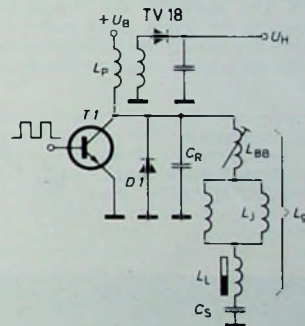
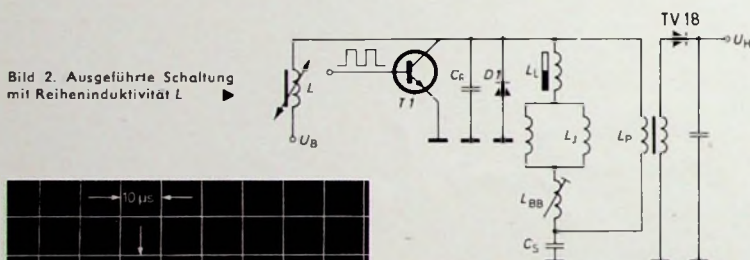

Bild 1. Prinzipschaltung der Horizontal-Endstufe
Bild 2. Ausgeführte Schaltung mit Reiheninduktivität  $L$
Das Prinzip der gewählten Schaltungsanordnung ist im Bild 1 dargestellt. Bei den bekannten transistorbestückten Horizontal-Endstufen dieser Art ist der Kollektor des Endtransistors über die Primärwicklung des Hochspannungstransformators mit der Versorgungsspannung verbunden. Wie aus Bild 1
Die Primärwicklung des Hochspannungstransformators liegt wechselstrommäßig in Reihe zu dem erwähnten Parallelschwingkreis. Demzufolge fließt über diese Primärwicklung der gesamte von der Schaltung aufgenommene Gleichstrom. Er bewirkt eine Vormagnetisierung des Zeilentransformator-kerns, die nicht konstant ist, sondern sich mit der Größe des jeweiligen Strahlstroms ändert. Eine nach Bild 1 praktisch ausgeführte Schaltung nimmt bei einer Versorgungsspannung von 24 V und ohne Strahlstrom einen Strom von etwa 500 mA auf. Bei einem Strahlstrom von 400  $\mu$ A erhöht sich die Stromaufnahme um den Betrag der Hochspannungsleistung einschließlich der Verluste (Streuverluste, Wirbelstromverluste usw.) um rund 300 mA auf 800 mA.
zu werden. Dies führt bei Verwendung von Standardbildröhren (59 cm) zu Kerntypen der Art „U 57“ (Siemens, Valvo). Die Induktivität  $L_P$  der Hochspannungsprimärwicklung liegt wechselstrommäßig parallel zum Zeilen-Endtransistor und trägt zur Gesamtinduktivität des Parallelschwingkreises bei. Die Schwingkreisinduktivität wird in erster Linie durch die Jochspulen mit der Reihenschaltung der Bildbreitenspule und der Linearitätsspule gebildet, so daß das magnetische Ablenkfeld für die horizontale Ablenkung des Elektronenstrahls direkt dem durch die Jochspulen fließenden Strom proportional ist. Die Diode  $D_1$  im Bild 1 dient zur Dämpfung des Ablenkkreises während der Rücklaufphase und zur Energierückführung während des Hinlaufbeginns. Ein Nachteil der bisher diskutierten Schaltung besteht darin, daß der Innenwiderstand der Hochspannungsquelle bei 3,5 MOhm liegt.
Die im Bild 2 dargestellte Schaltung enthält wieder die Bauelemente nach Bild 1. Der Kollektor des Zeilen-Endtransistors ist jedoch nicht mehr über die Primärwicklung des Hochspannungstransformators, sondern über die Ferrit-
Dabei ist  $t'$  die Hinlaufzeit,  $\hat{W}$  die Spitzenenergie,  $L_g$  die Gesamtinduktivität und  $U$  die Betriebsspannung. Aus Gl. (3) erkennt man, daß  $\hat{W}$  mit  $t'$  ansteigt. Eine Zunahme von  $t'$  wird durch Verringerung der Gesamtinduktivität  $L_g$  oder der Gesamtkapazität  $C_g$  des Ablenkkreises erreicht. Die bei der Schaltung nach Bild 2 mit zunehmendem Strahlstrom bewirkte Abnahme der Induktivität von  $L$  und die sich daraus ergebende Verkleinerung der Gesamtinduktivität  $L_g$  hat ein Ansteigen der gespeicherten Energie zur Folge, wobei die durch Aufwärtstransformation am Hochspannungsgleichrichter stehende Spitzenspannung vergrößert wird (Bilder 5 und 6).
Schaltung nach Bild 2 auch eine Verschiebung der Hinlaufzeit  $t'$  und, da die Zeilenperiode